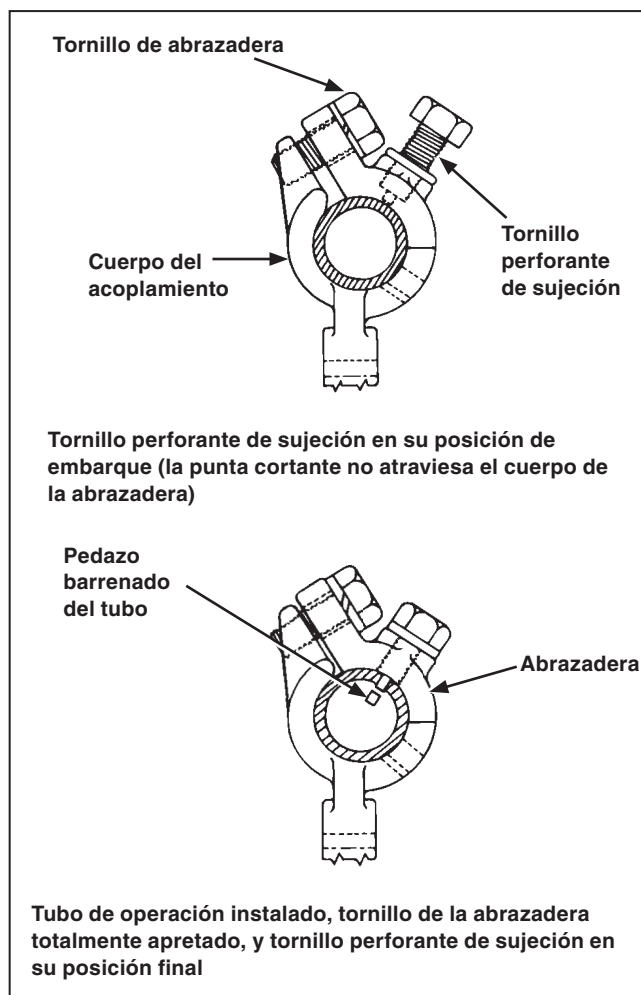

Figura 23. Instalación de los acoplamientos de tubo.
- Asegúrese de que el tornillo(s) de la abrazadera esté apretado. Ver Figura 23.